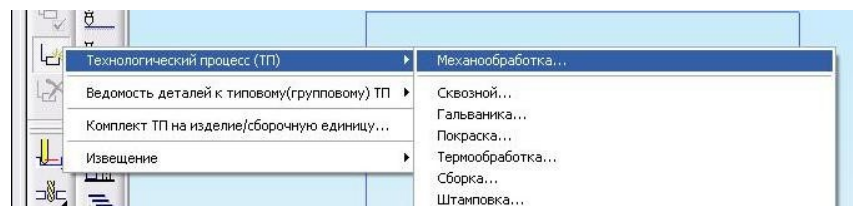

Рис. 2.
2.8 Создаем первую операцию. Для этого нажимаем правой кнопкой мыши на Технологический процесс (рисунок 2). В контекстном меню выбираем *Новый – Операция – Программная – Программная с ЧПУ*.